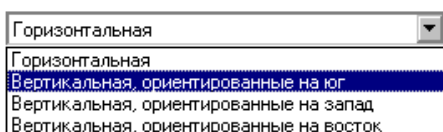

Рис. 2.1.3. Выпадающий список
- выпадающие списки (рис. 2.1.3), из которых выбирается один параметр или фактор из набора возможных;